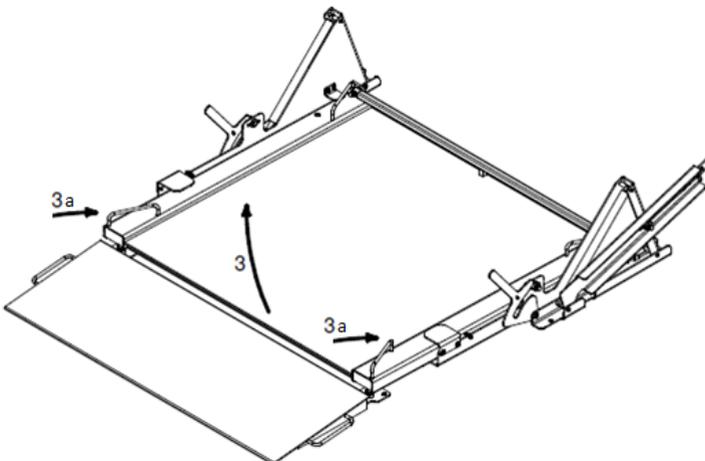

Abbildung 19.
3. Heben Sie die Plattform mit dem Griff 3a gemäß der markierten Richtung 3 (Abbildung 19) an, bis die Verriegelung Nr. 7 (Abbildung 20) einrastet.